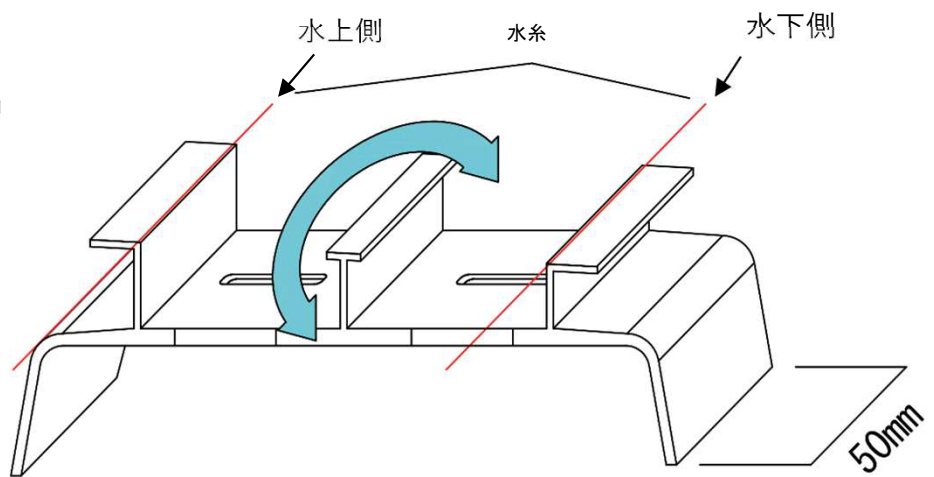

図2-2
- ・水系はブラケットの水上側と水下側両方に張って水平と高さを確認してください。（図2-2参照）